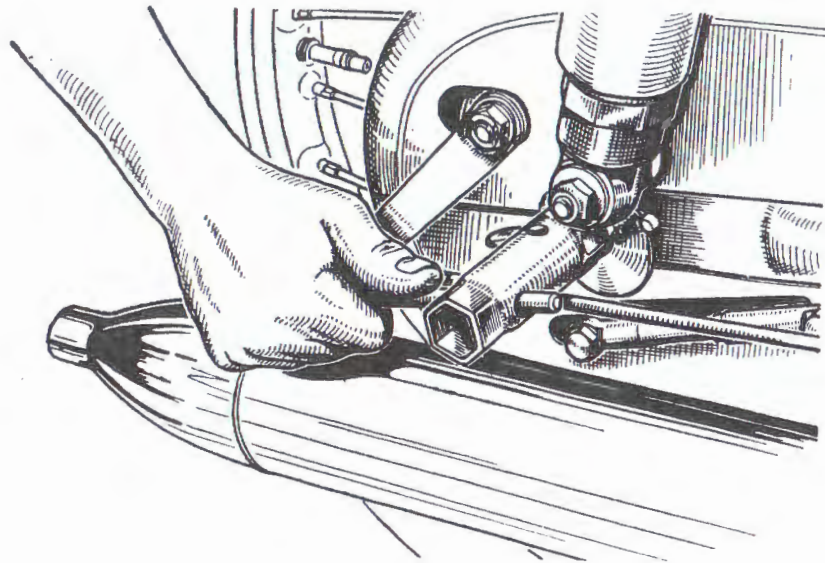
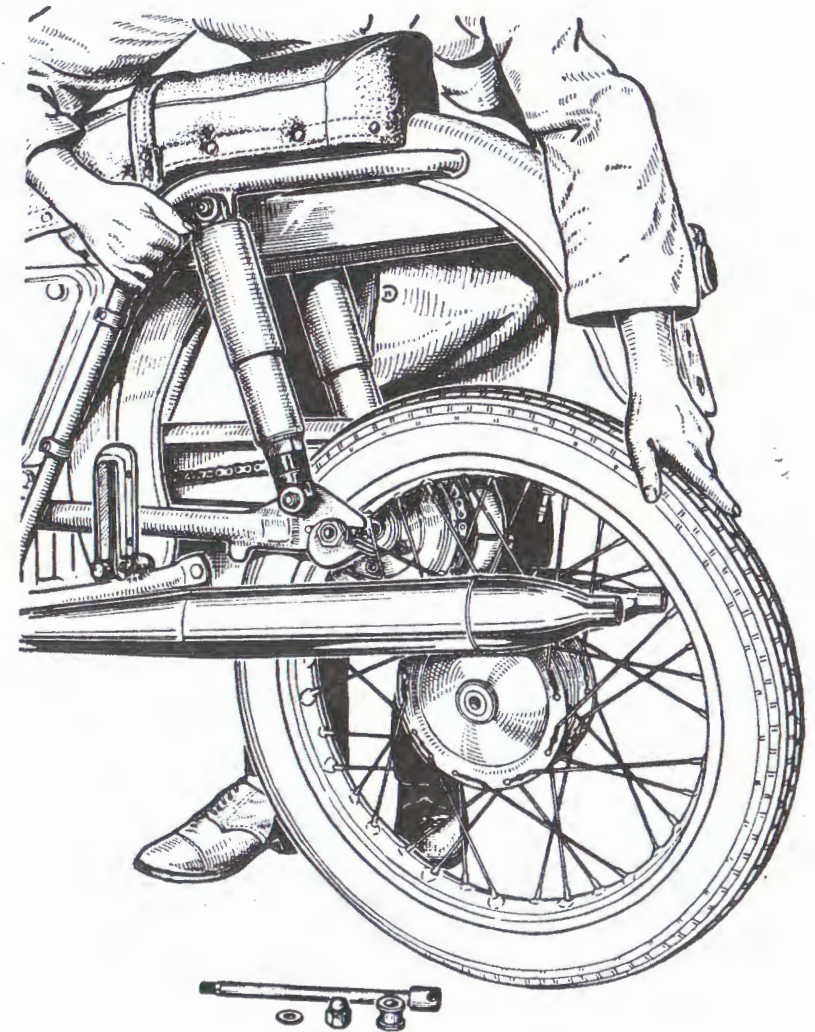

Fig. 26.
Fig. 28.
**Demonteren achterwiel.** — De machine zijnde op de middensteun, de dopmoer van de steekas afdraaien en deze uitnemen (fig. 26 en 27). Hierdoor komt de ring vrij tussen het wiel en de linker zijde van de opgaande vork. De meeneempennen van het wiel uitnemen, de machine schuin houden en het wiel naar achteren uitnemen (fig. 28). De moto blijft in evenwicht op de steun en het voorwiel.